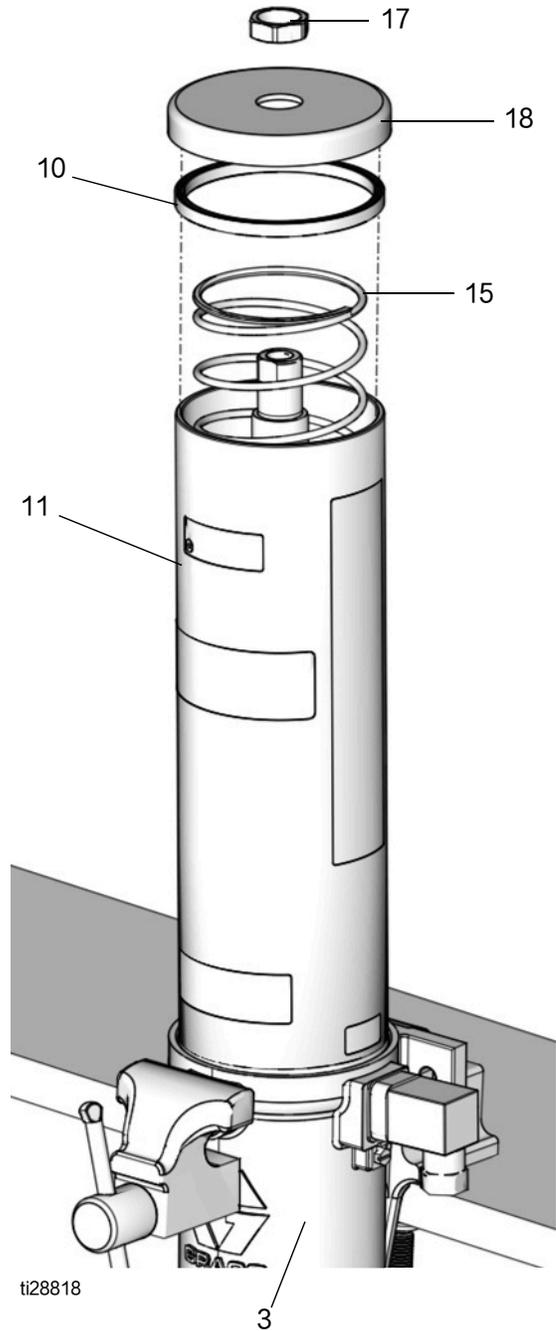

图 14
10. 从液箱 (11) 卸下盖子 (18)、弹簧 (15)。
11. 从气动马达气缸 (3) 上拆下液箱 (11) (图 14)。如果更换液箱垫圈 (10)，从液箱上拆下垫圈。根据正确处置的所有相关规定，处置垫圈。